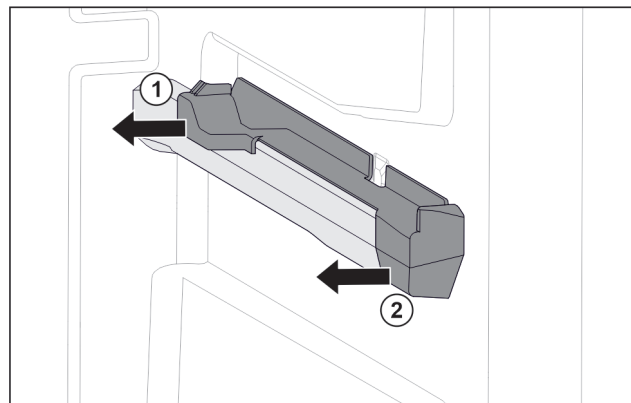

Fig. 51 Nasazovací díl na pravém žebrování na nádoby
- ▶ Stáhněte nasazovací díl vzadu na stranu. Fig. 51 (1)
- ▶ Stáhněte nasazovací díl vpředu na stranu. Fig. 51 (2)